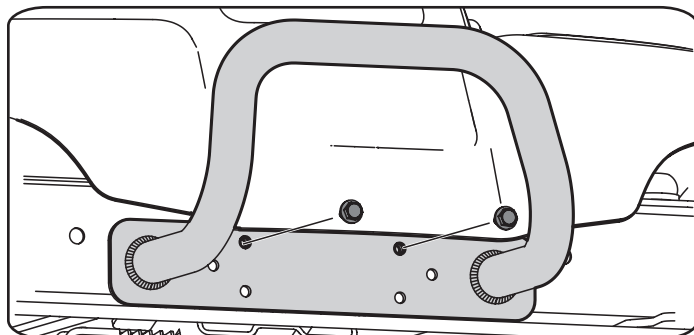

Figura 14
1. Extraiga los dos tornillos como se indica en la Figura 14.
2. Ubique el paragolpes sobre los orificios de montaje y sujete con los elementos de ferretería que extrajo en el Paso 1, como se indica en la Figura 14.